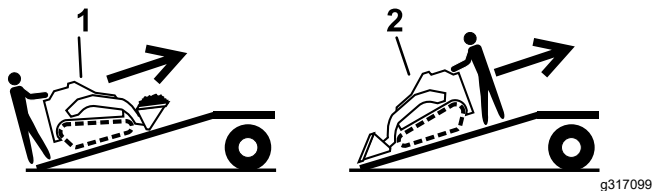

Bild 20
5. Fahren Sie beim Verladen auf den Anhänger mit dem schweren Ende der Maschine auf die Rampe und befördern Sie Lasten niedrig (Bild 20).